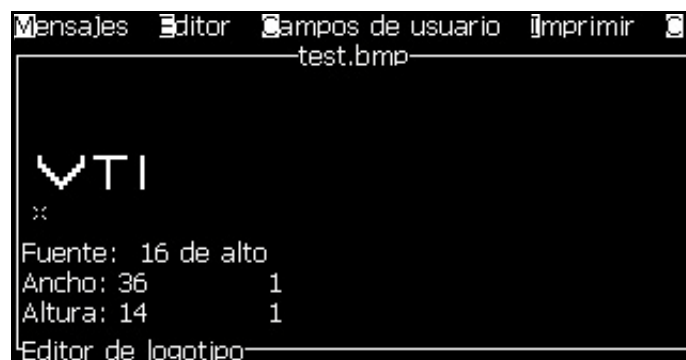

Figura 5-62: Pantalla Logotipo en menú
- 10 Pulse la tecla *Intro* y aparecerá el logotipo en la pantalla de menú (consulte Figura 5-62).